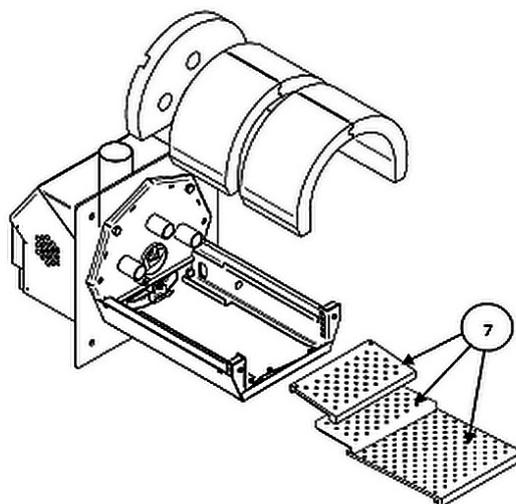

Рисунок 10.
7. Извлеките оставшиеся решетки-колосники (Рис. 10).